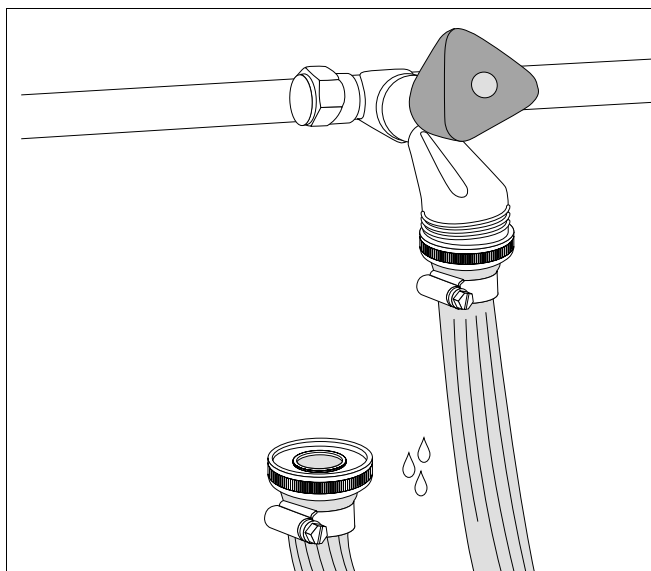

Fig. 64 Påfyldning af slangen
- Slut slangen til vandhanen, og fyld med vand (fig. 64). Sørg for, at der ikke er luft i slangen.
- Slut slangen til påfyldnings- og tømningshanen (fig. 64).